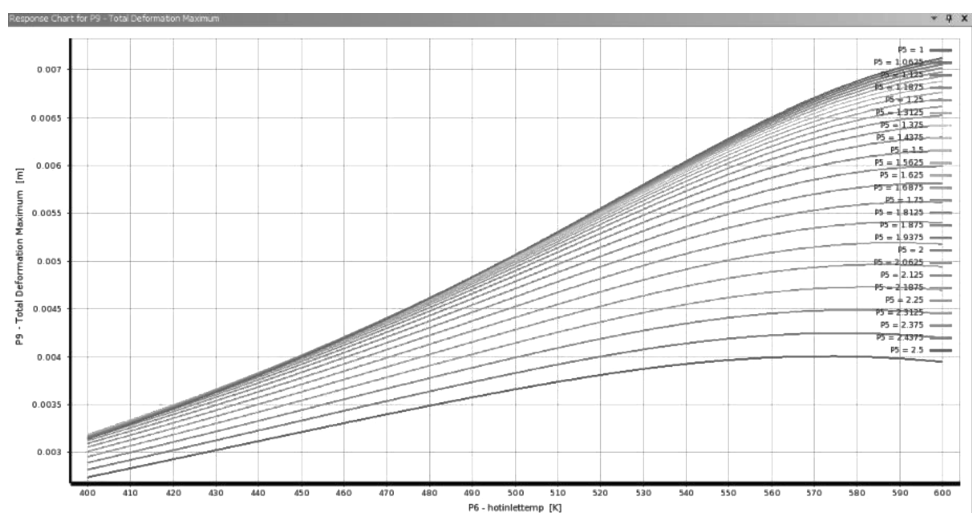

图 12-74 最大热变形与热流温度的二维切片响应曲线
(6) 查看二维切片：设置【Mode】=2D Slices, 【X Axis】=P6-hotinlettemp, 【Slices Axis】=P5-coldinletvel, 【Y Axis】=P9-Total Deformation Maximum, 可以查看切片响应曲线, 如图 12-74 所示。